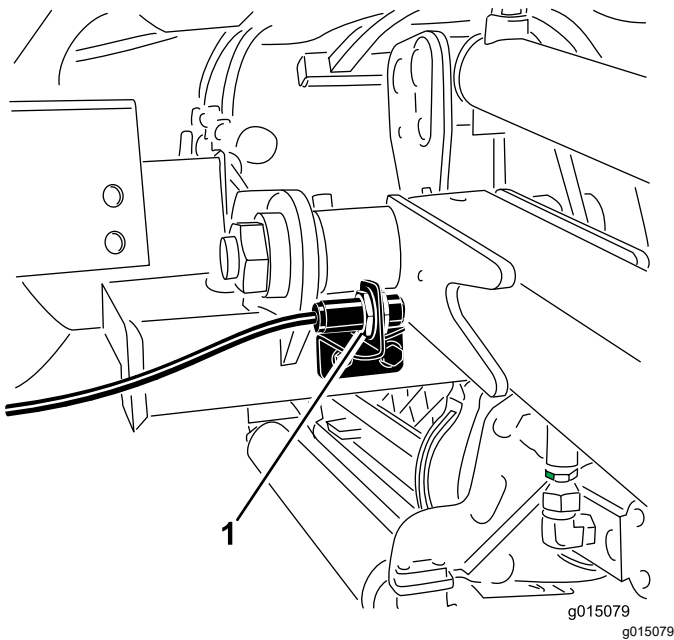

図 39
- 昇降アームスイッチは、前右昇降アームの裏側にあります 図 39。
- スイッチの取り付けねじ 図 39 をゆるめ、スイッチの位置を上げると、昇降アームの旋回高さが高くなり、下げると、昇降アームの旋回高さが低くなる。